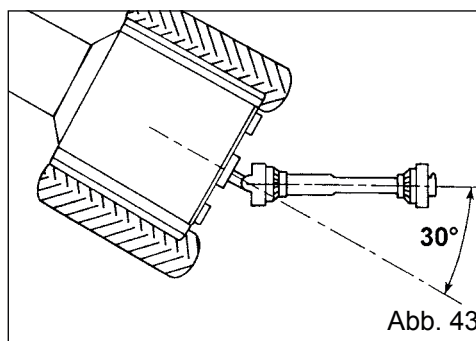

Abb. 43
- Prüfen Sie, ob die Taste (1) oder der Gewinding (2) korrekt eingesetzt und sowohl auf Pumpen- als auch auf Traktorseite verriegelt sind.
- Überschreiten Sie in keiner Richtung (hoch-tief, rechts-links) 30° Neigung. Die Standardkardanwelle nimmt für die zwei Gelenke einen gleichen Winkel an. Diese Bedingung wird geschaffen, wenn der Gelenkpunkt (Zugöse) von den beiden Kardangelenken dieselbe Entfernung hat (Abb. 43). Das Nichteinhalten dieser Bedingungen kann schwere Schwingungen mit Beschädigungen der Maschine erzeugen. In diesem Fall wird die Verwendung einer homokinetischen Übertragung (Welle) empfohlen. Positionieren Sie das homokinetische Gelenk in Höhe des größten Winkels (mit fester Deichsel muss das Weitwinkelgelenk auf Traktorseite positioniert werden) oder, wenn beide Winkel zu groß sind, wird der Gebrauch einer Übertragung mit doppeltem homokinetischen Gelenk empfohlen. Wenn zu hohe Neigungen auftreten bzw. wenn sie nicht dient, schalten Sie die